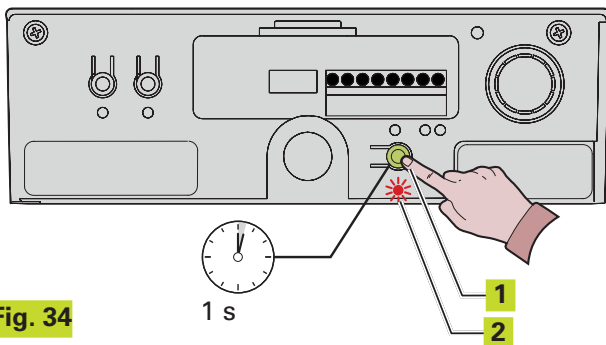

Fig. 34
Appuyer pendant 1 seconde sur le bouton-poussoir SET UP. (Fig. 34 réf. ①)
La LED de SET UP commence à clignoter au relâchement de la touche. (Fig. 34 réf. ②)